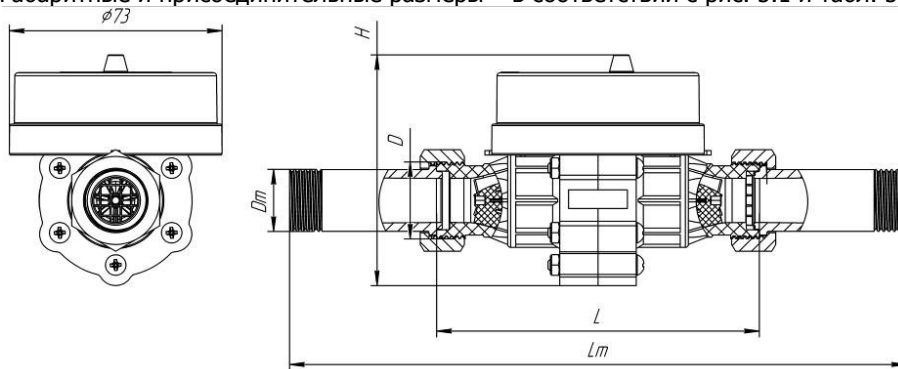

рис. 5.1
5.3. Габаритные и присоединительные размеры – в соответствии с рис. 5.1 и табл. 5.1.